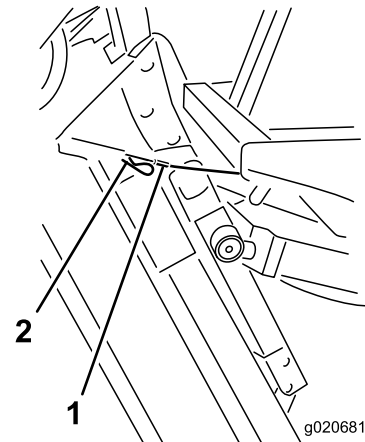

Figura 81
6. Mantenendo il piatto di taglio verticale, fate passare l'estremità del cavo sopra il perno del braccio di sollevamento del piatto di taglio e fissate il cavo con la coppiglia (Figura 81).